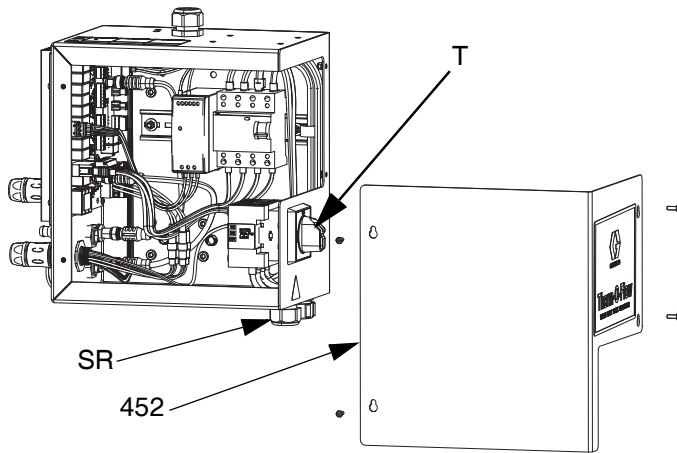

FIG. 9
3. Afloje los tornillos y retire la tapa (452) de la caja de control térmico (S). Vea la FIG. 9 en la página 24.
4. Retire los dos tornillos (433) y la tapa (457) de la parte inferior de la caja de control térmico (S).